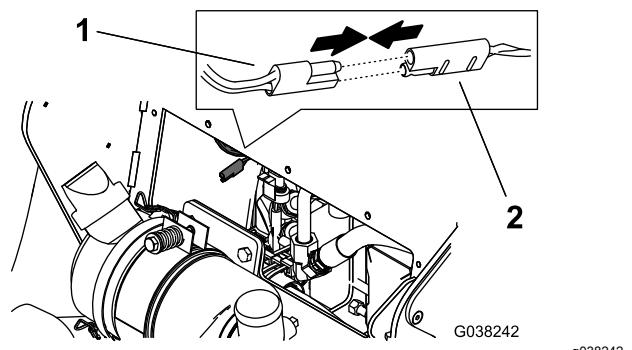

Figure 29
3. Ouvrez le capuchon du connecteur auxiliaire sur le faisceau de la machine et branchez le faisceau du kit au connecteur (Figure 29).